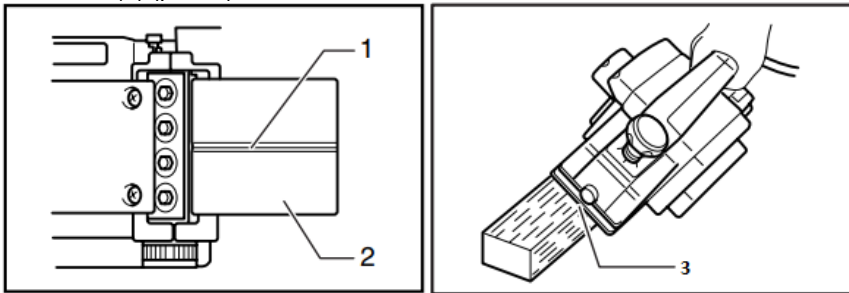

Рис. 4
Приложите V-образный паз (1) (рис. 4) на подошве рубанка (2) (рис. 4) к краю заготовки под углом 45 градусов, включите рубанок и ведите инструмент вдоль заготовки (3) (рис. 4).